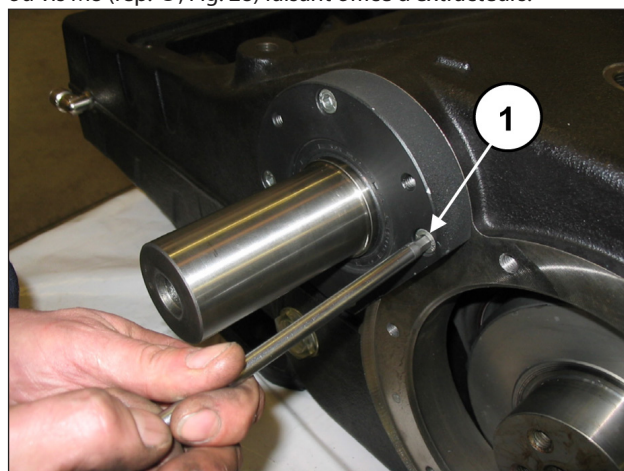
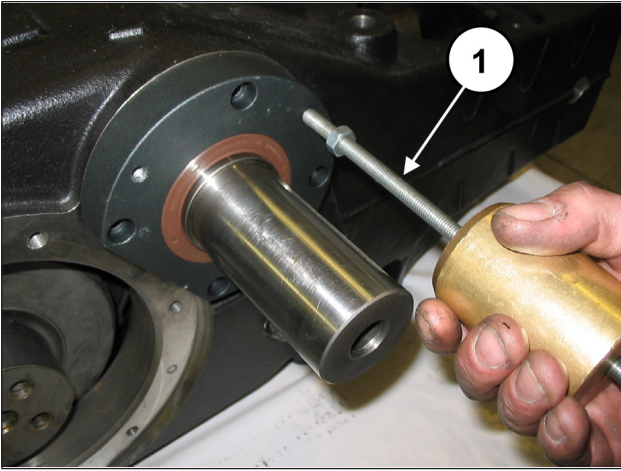

Fig. 27
Fig. 28
Desserrer les vis de fixation du couvercle du coussinet de PTO droit et gauche (rep. ①, Fig. 27) et dégager les deux couvercles de l'arbre PTO. Pour faciliter le démontage, utiliser 3 goujons ou vis M8 (rep. ①, Fig. 28) faisant office d'extracteurs.